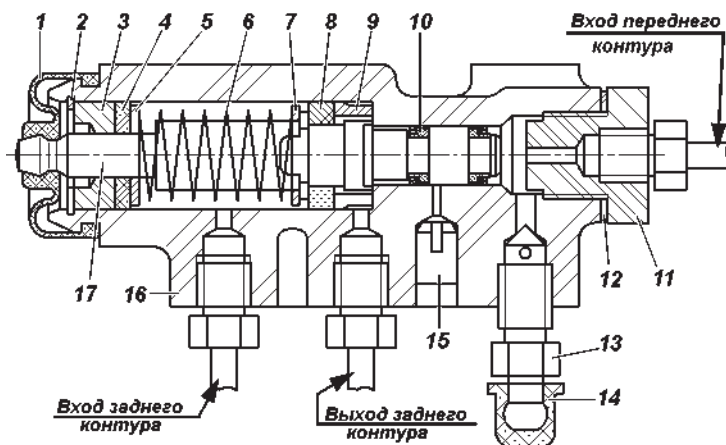

Рис. 9.27. Регулятор давления:
**Регулятор давления.** На автомобилях, не оснащенных антиблокировочной системой тормозов, устанавливается регулятор давления (рис. 9.27), который обеспечивает оптимальное распределение тормозных сил по осям автомобиля и не допускает блокировку задних колес раньше передних. При обслуживании проверяйте работоспособность регулятора давления. Очищайте регулятор от грязи и проверяйте надежность его крепления. Внешним осмотром убедитесь, что регулятор и детали его привода не имеют повреждений, отсутствуют подтекания тормозной жидкости и люфты в соединении стойки с упругим рычагом и кронштейном на заднем мосту.
При нажатии на педаль тормоза поршень 17 (рис. 9.27) регулятора давления должен выдвинуться из корпуса на 1,7 - 2,3 мм. Отсутствие хода поршня, а также его недостаточный или
3. Заверните болт 3 до соприкосновения его с хвостовиком поршня 17 (рис. 9.27) регулятора.